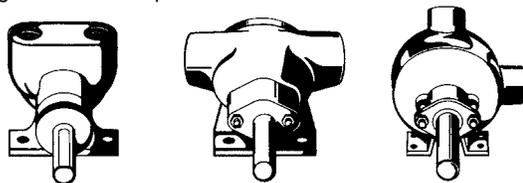
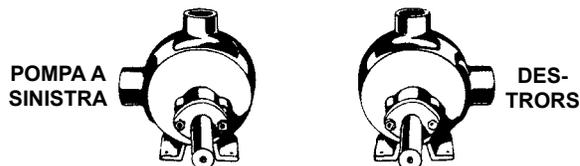

FIGURA 1
FIGURA 2
- Sistemazione Delle Porte** - visto che la sistemazione delle uscite dipende dal modello, occorre controllarne la posizione prima dell'installazione. Le uscite possono essere verticali, opposte o ad angolo retto tra di loro, vedere **Figura 1**. Le uscite ad angolo retto sono normalmente a destra, vedere **Figura 2**; alcuni modelli le portano sulla sinistra; altri ancora le hanno in ognuna delle otto posizioni incluse destra e sinistra.